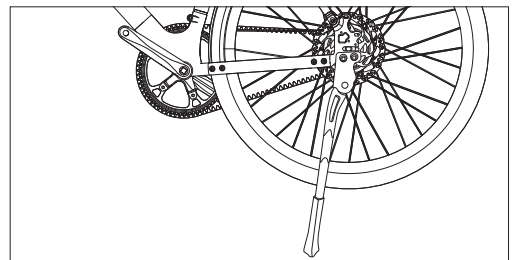

Abbildung 10-1
- a. Lösen Sie die Schrauben und Unterlegscheiben und entfernen Sie sie aus dem Ausfallende, wie in **Abbildung 10-1** gezeigt.